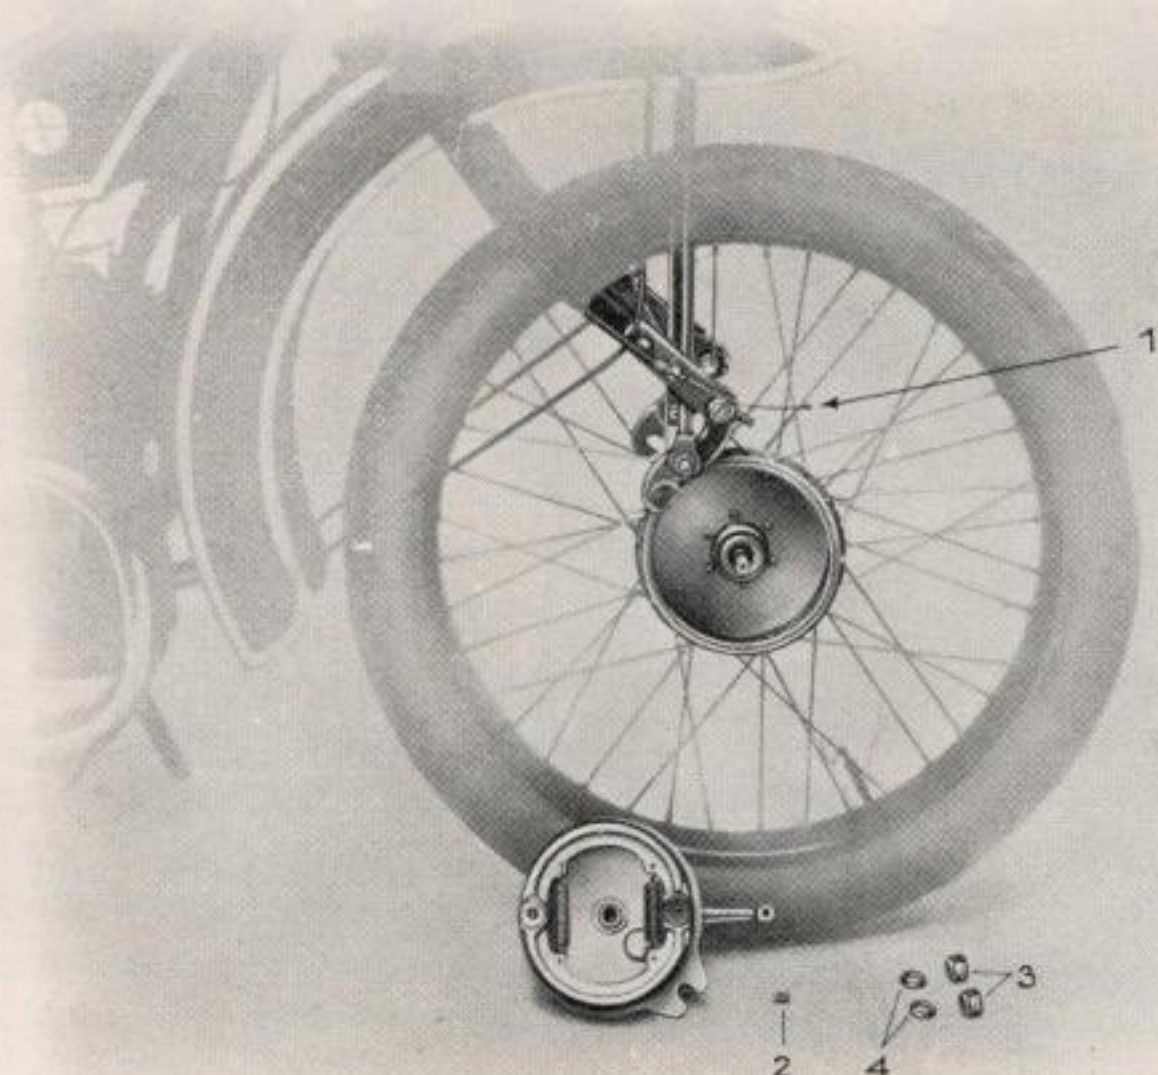

Abb. 16
**4. Kontrolle und Montage:** Alle Muttern und Bolzen sind in kurzen Zwischenräumen auf festen Sitz zu prüfen. Die **Radachs-befestigungen** überprüfe man jedoch bei jeder Fahrt. Desgleichen kontrolliere man auch die Befestigung des Brennstoffbehälters von Zeit zu Zeit. Kurz nach jedem Anfahren ist es empfehlenswert, die **Bremsen** zu versuchen, um sicher zu sein, daß man sich im Bedarfsfalle darauf verlassen kann. Die Auswechslung bzw. Nacharbeit des Keilklotzes der Hinterradbremse muß geschehen ehe der Klotz auf dem Grunde der Bremsfelge anliegt. An der Vorderradbremse kann eine Nachstellung in geringem Umfange durch Anziehen der Verstellschraube am rechten Gabelschaft ausgeführt werden. Größere Nachstellungen erfolgen durch Lösen der Klemmschraube des kleinen Bremshebels an der Nabe und Vorrücken desselben. Zum Ersatz der Bremsbeläge muß das Vorderrad ausgebaut und der Bremsdeckel abgenommen werden. (Siehe Abb. 16.)